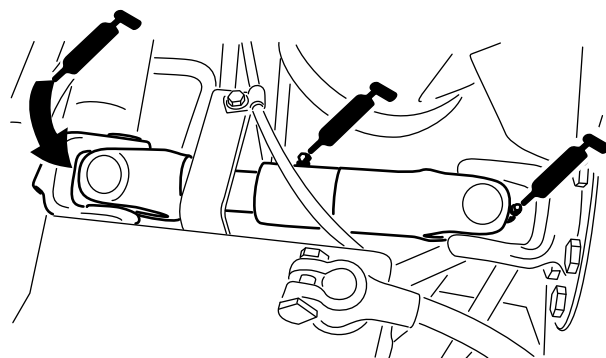

Figure 45
- Joint de cardan d'arbre d'entraînement de pompe (3) (Figure 45)